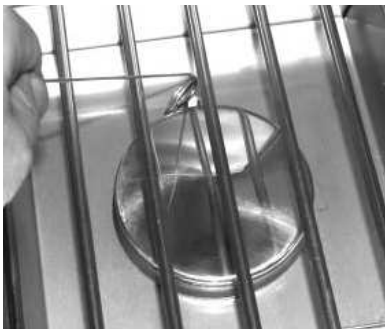
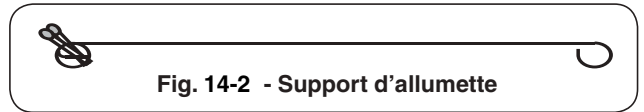

Fig. 14-3 - Éclairage manuel
Fig. 14-2 - Support d'allumette
RAPPEL-VOUS: POUR L'ÉCLAIRAGE MANUEL SÛR, PLACEZ Un ALLUMEUR BRÛLANT D'ALLUMETTE OU De BUTANE PRÈS Du BRÛLEUR - ALLUMEZ ALORS Le GAZ (voyez Fig. 14-3).
2. Insérez un allumeur brûlant de butane de long-baril, une allumette brûlante de long-tige, ou une allumette brûlante tenue par un support de prolongation de fil (Fig. 14-2) par les grilles à cuire au brûleur (Fig. 14-3). Pour des backburners, tenez la flamme contre le matériel perforé du brûleur arrière. Pour des sideburners, tenez la flamme contre le brûleur.